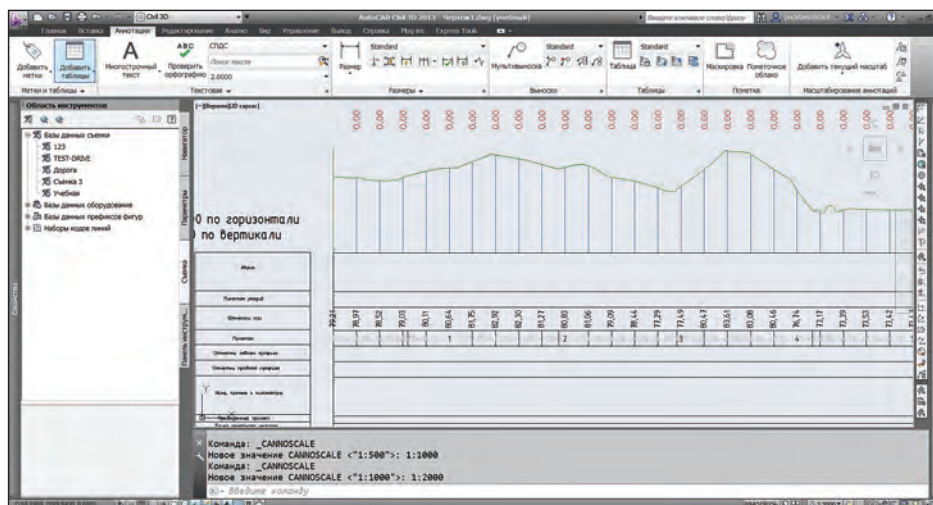

Рис. 4. Продольный разрез профиля по трассе ЛЭП в AutoCAD Civil 3D
звонит формировать и собственные уникальные подпрофильные таблицы, применяя их как шаблоны для последующих проектов (рис. 4). С помощью модуля Geotechnical (доступного по подписке) на профиль можно нанести данные геологии.
3. Обязка основных функциональных групп оборудования арматурой (СИП-станция, блоки ферментации, смесительные узлы, кластерные сборки, панели управления и т.д.) по технологической схеме была произведена в соответствии с текущим размещением оборудования (рис. 4).